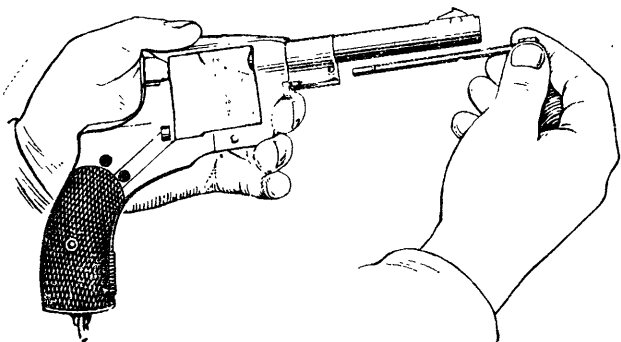

Рис. 41. Как отделить шомпол
16) **отделить шомпол:** вывинтить винт шомпальной пружины, снять пружину и вынуть шомпол (рис. 41).